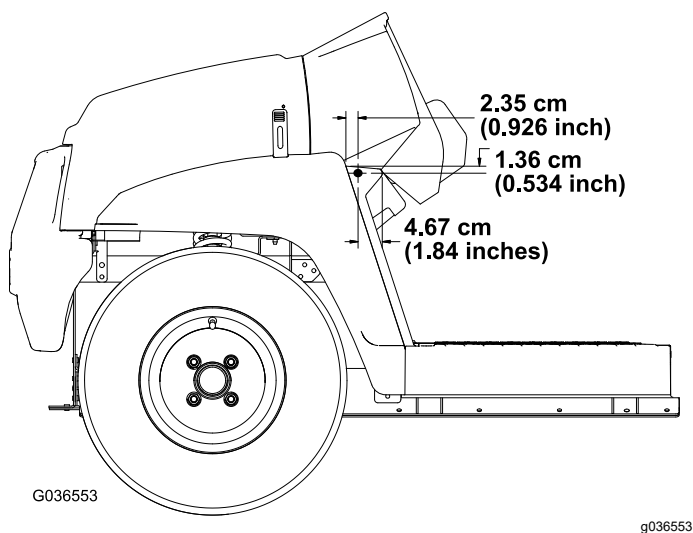

Figura 30
2. Con las dimensiones mostradas en Figura 30, realice 1 taladro (5/16") en la parte exterior de la placa del suelo en los laterales derecho e izquierdo de la máquina.